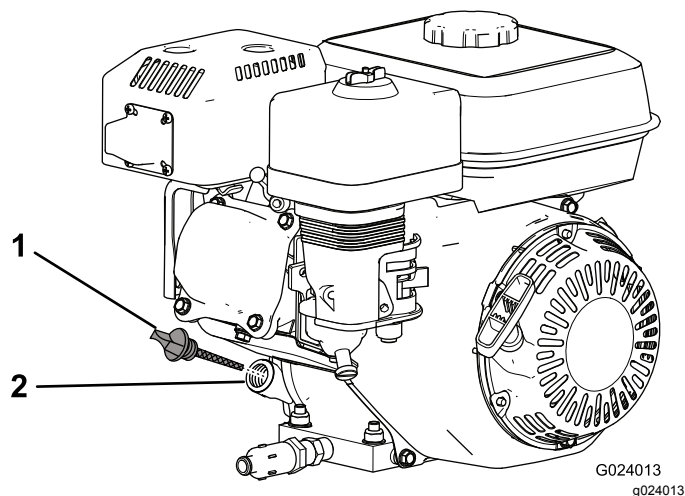

图17
2. 关闭发动机等待发动机冷却然后清洁加油颈盖/量油尺附近的区域 图17。